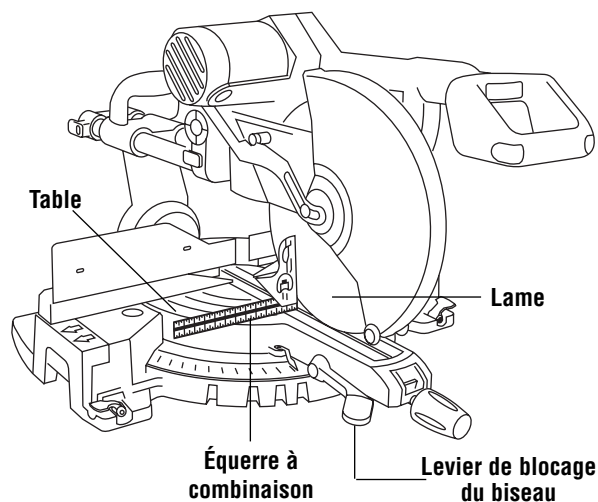

Figure 5. Lame d'équerre par rapport à la table
Abaissez la lame et engagez la cheville de blocage. Utilisez une équerre à combinaison pour vérifier si la lame est d'équerre par rapport à la table. Placez l'équerre sur la table et pressez-la contre la lame. Si la lame ne vient pas en contact avec toute la longueur de l'équerre (Figure 5), suivez la procédure d'alignement décrite ci-après.
5. Placez l'équerre à combinaison à plat sur la table et contre le guide (voir figure 5).
Utilisez un des côtés de l'équerre à combinaison pour contrôler la position de la lame en butée à 45°. Placez le côté de l'équerre à combinaison sur la table et appuyez la surface à 45° contre la lame. Si la lame ne touche pas complètement la surface de l'équerre (figure 5), suivez la méthode de réglage qui suit.